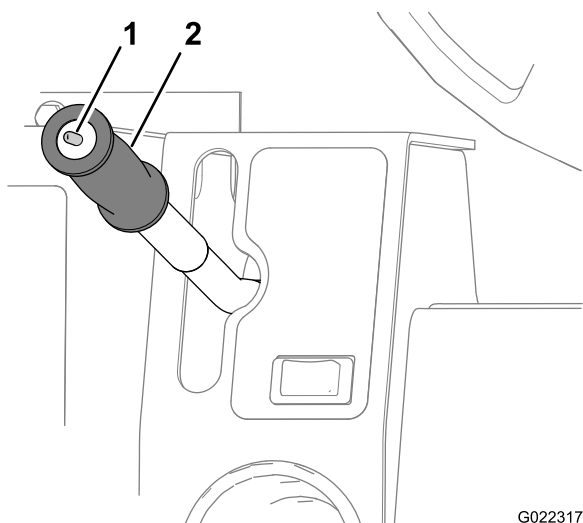

Рисунок 25
Этот перекидной переключатель (Рисунок 25) управляет режимом гидромотора, и у него есть 2 положения: транспортировка и работа. Выберите нужное рабочее положение. Нажмите переключатель назад (на себя), чтобы установить скорость в режиме «Работа» (W), или нажмите переключатель вперед (от себя), чтобы установить скорость в режиме «Транспортировка» (T).